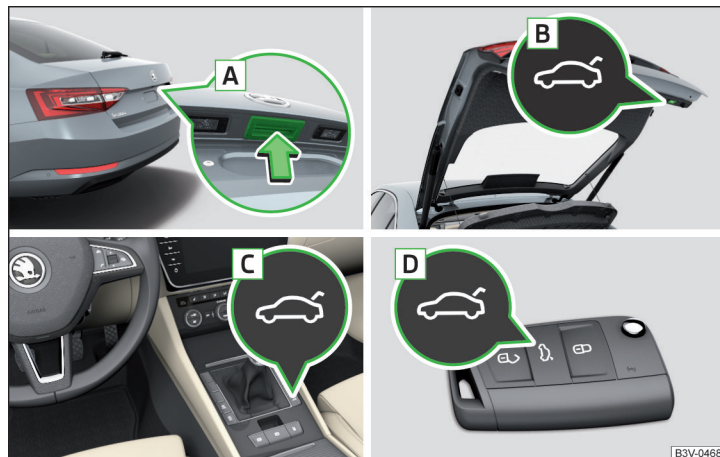

Fig. 59 Manejo de la tapa
- Presionando el tirador **A** » fig. 59.
- Presionando la tecla **B** » fig. 59.
- Mantener pulsada la tecla **B** » fig. 59 de la pág. 73 hasta que suene una señal acústica.
La tapa no reacciona a una señal de apertura	Elimine el posible obstáculo (p. ej. nieve), vuelva a abrir la tapa » pág. 73 Pulse el tirador A » fig. 59 de la pág. 73 y tire la tapa hacia arriba